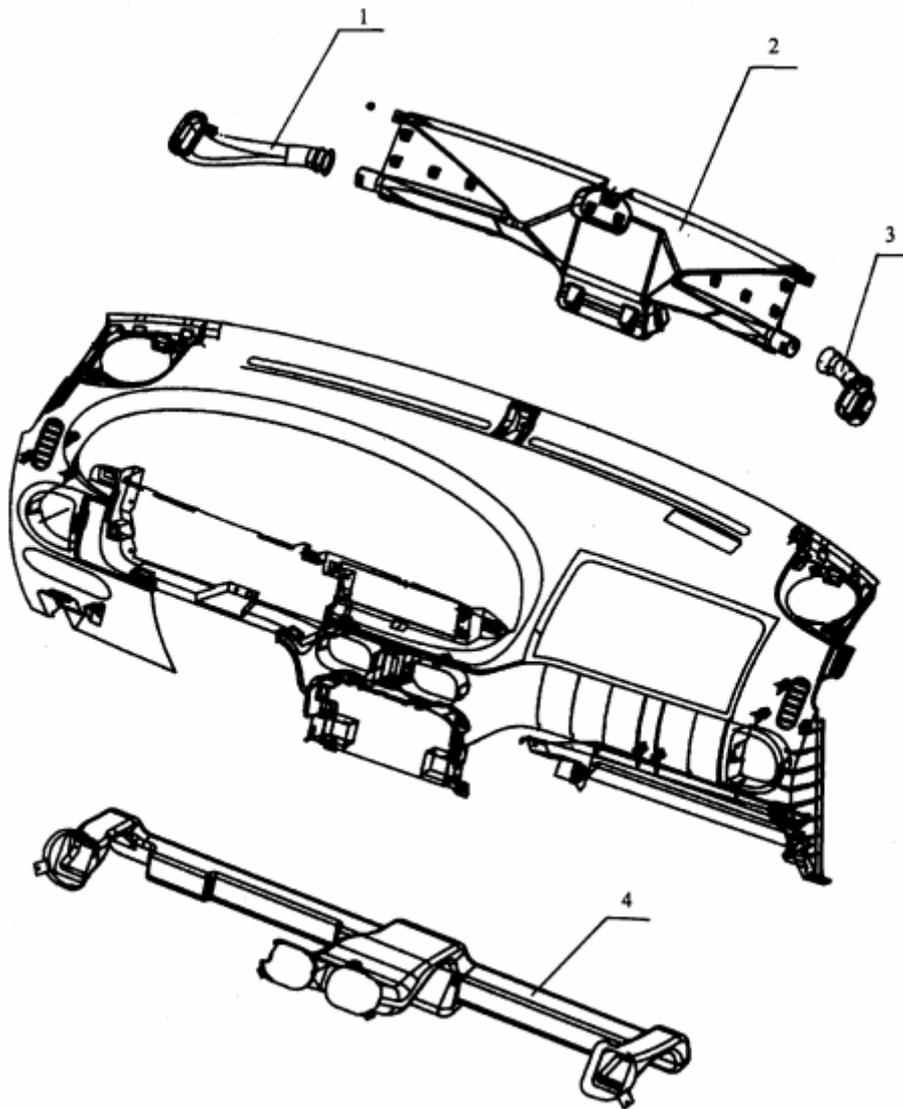

Fig. 18-27
**1 REMOVAL STEPS (Fig. 18-27)**